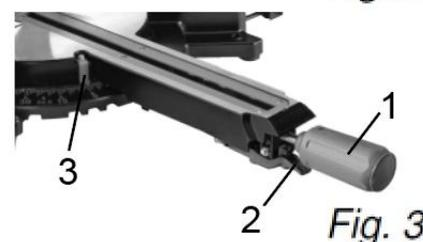

Fig. 3
1. Déverrouiller la table en tournant la poignée d'onglet (1) dans le sens antihoraire (Fig.3).
2. Déplacer la table en la soulevant sur le levier de verrouillage de la butée positive (2) pour aligner l'indicateur (3) sur la mesure de degré souhaitée.